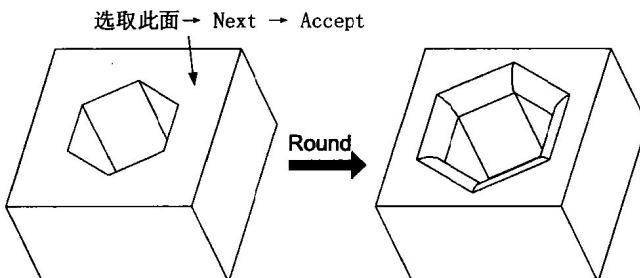

图 1.14
- **Surf Chain:** 选取一个面的内环或外环所含的边为欲倒圆角的边。例如，图 1.14 就是以 Surf Chain 的方式选取零件顶面的内环的六边形做圆角。